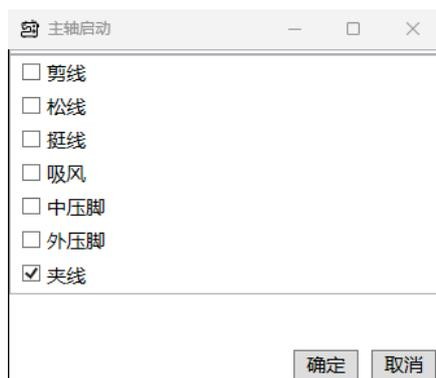

图 5.7.2b 指令参数设置(主轴启动)
②一些可设参数的指令，以“主轴启动”为例，双击此指令，弹窗如下图 5.7.2b 所示。